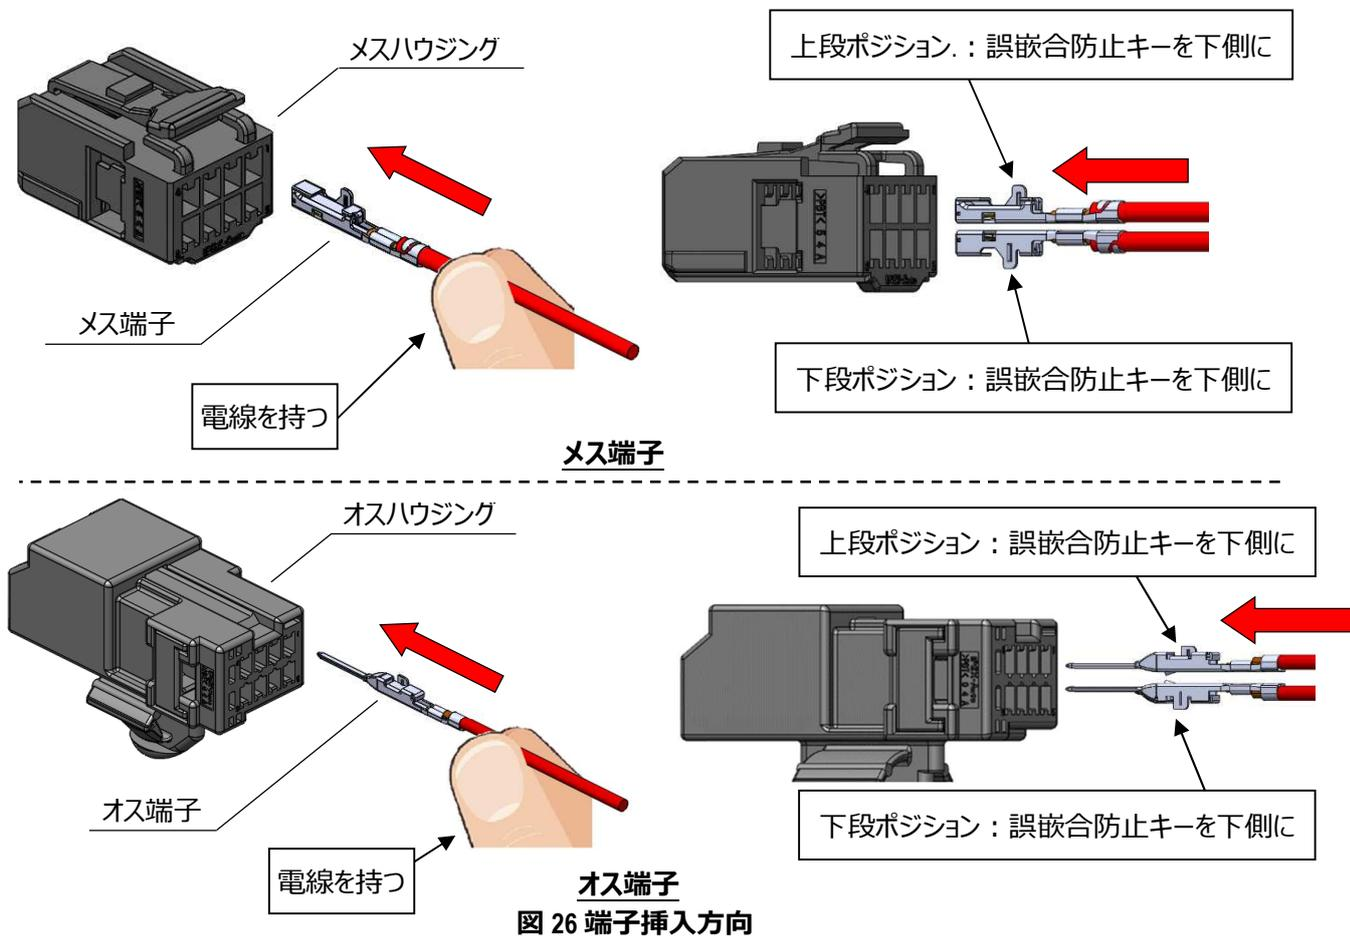

図 26 端子挿入方向
- ① 端子が正しく圧着されているか、傷・変形・異物の付着が無いかを確認して下さい。
- ② 図 26 に示す様にメス端子挿入時は電線を持って挿入して下さい。
- ③ 図 26 に示す向きで該当するハウジングのコアホールの奥に突き当たるまで挿入して下さい。
- ④ メス端子挿入後は、電線を軽く手前に引き、係止されているかを確認して下さい。